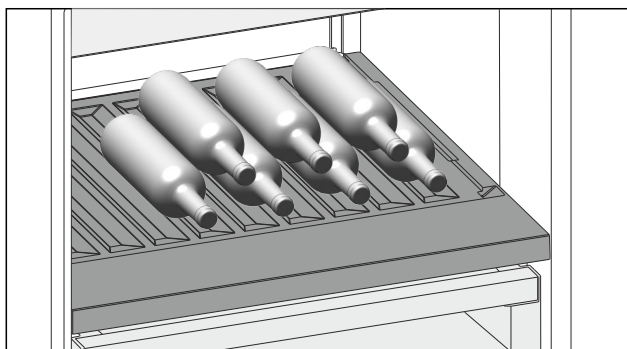

Fig. 167 Reprezentare exemplificatoare
- Introduceți sticlele cu fundul în spate, către peretele posterior. (vezi Fig. 167)